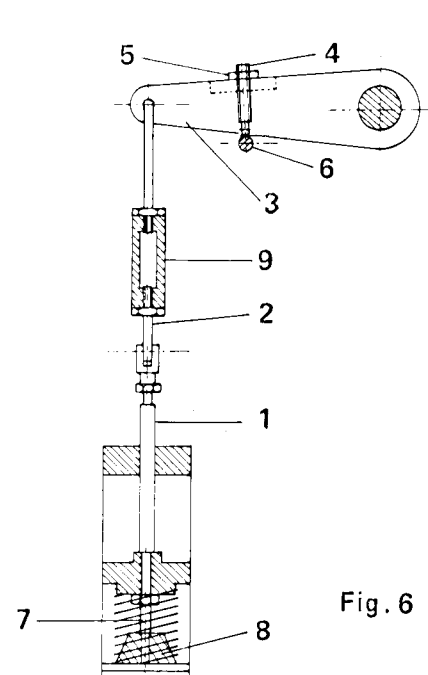

Fig. 6
- 6) Rilasciare il pedale motore e verificare che l'estremità inferiore 7 dello stelo 1 entri in contatto con il fermo 8 quando la vite di fermo 4 giunge a contatto del perno 6 (fig. 6).